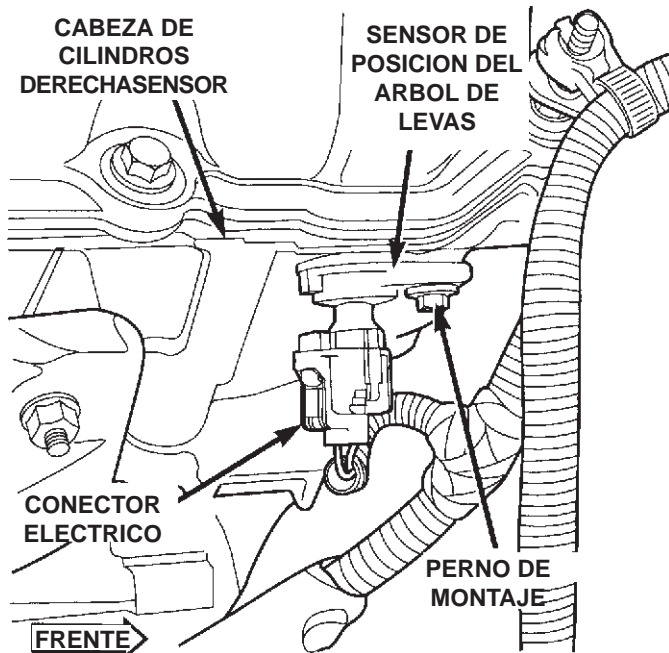

Fig. 36 Localización del CMP del motor de 4.7 L
El sensor de posición del árbol de levas (CMP) en el motor V-8 de 4.7 L está atornillado a la parte frontal y superior de la cabeza de cilindros derecha (Fig. 36).
(1) Levante y apoye el vehículo.
(2) Desconecte el conector eléctrico del sensor CMP (Fig. 36).
(3) Quite el perno de montaje del sensor (Fig. 36)
(4) Saque el sensor de la cabeza de cilindros con un movimiento de balanceo, palanqueando con cuidado mediante el empleo de dos destornilladores pequeños.
(5) Verifique el estado del anillo “O” del sensor.